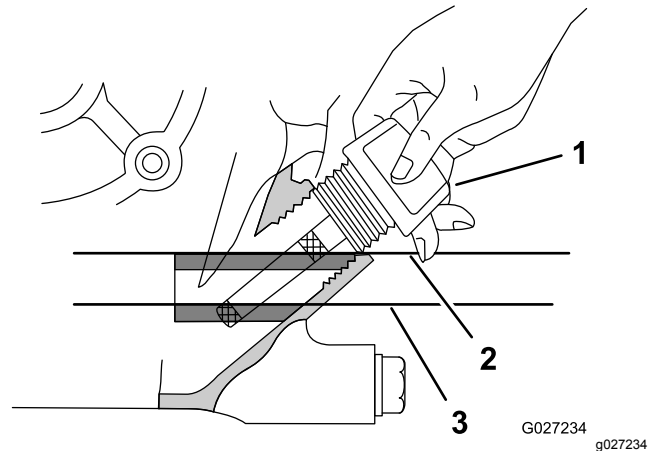

Figura 8
5. Inserite l'asta di livello dal motore, come illustrato nella Figura 8.
6. Togliete l'asta di livello dal collo del bocchettone e osservate il livello dell'olio sull'asta (Figura 8).
**Nota:** Il livello dell'olio motore deve coprire l'area tra i punti indicati con tacche sull'asta (Figura 8).
8. Serrate manualmente l'asta di livello nel collo del bocchettone (Figura 8).
4. Togliete l'asta di livello dal motore e pulitela con un panno pulito (Figura 8).